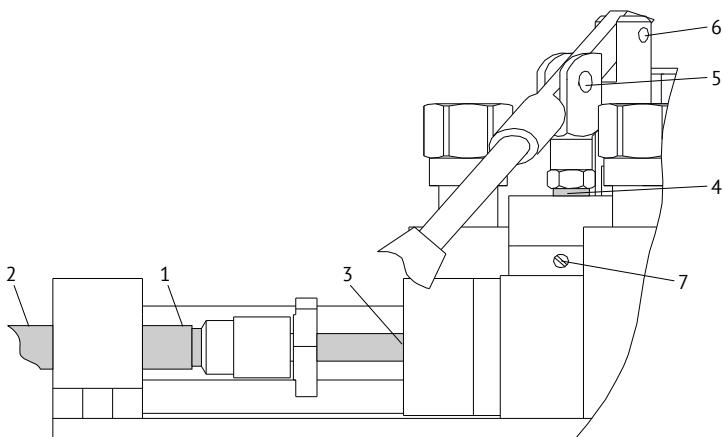

Рис. 4. Подготовка к работе
6.6 Открутите винт 7 (*Рис. 4*) на  $\frac{1}{2}$  оборота. Плавно качайте ручным насосом до тех пор пока из под резьбы винта 7 не перестанет выходить воздух. Закрутите винт 7 с небольшим усилием.
8.2 При ежедневном техническом обслуживании производят внешний осмотр, очищают от загрязнений и пыли сухой чистой ветошью. Проверяют наличие рабочей жидкости на *поверхности штоков 3 и 4 (Рис. 4)*, смазки на поверхности *винта 1 и 2*, на *оси вращения 5, 6 (Рис. 4)*. При её отсутствие или недостаточном количестве произвести смазывание *поверхности винта 1 и 2, оси 5 и 6* консистентной смазкой ЛИТОЛ – 24 ГОСТ 21150-87, а *поверхности штоков 3 и 4* рабочей жидкостью.